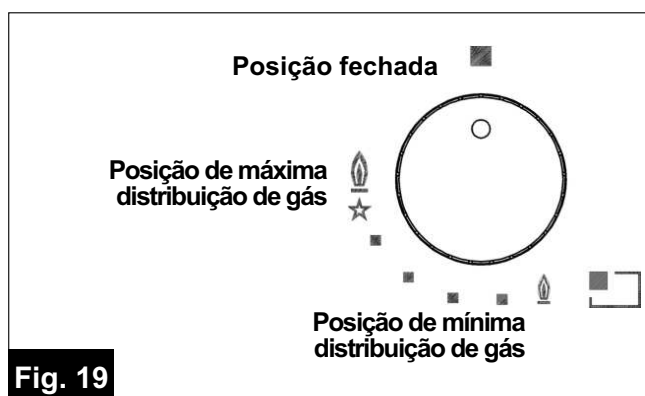

Fig. 19
Prima e gire o botão correspondente ao queimador a utilizar para a esquerda até à posição de Máximo (chama grande fig. 19) e aproxime um fósforo aceso perto do queimador.
Prima e gire o botão correspondente ao queimador a utilizar para a esquerda levando-o até à posição de Máximo (chama grande fig. 19) e prima o botão a fundo.
- Quando entre em ebulição, colocar o botão no Mínimo (chama pequena fig. 19).
- **o acendimento dos queimadores com termopar de segurança só pode ser feito quando o botão estiver na posição de Máximo (chama grande fig. 19).**